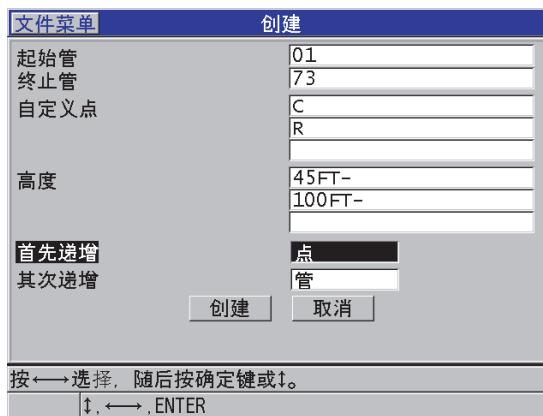

图 11-13 配置锅炉数据文件类型的 ID 范围
3. 在**创建**屏幕的第二页中 (参见第 185 页的图 11-13):